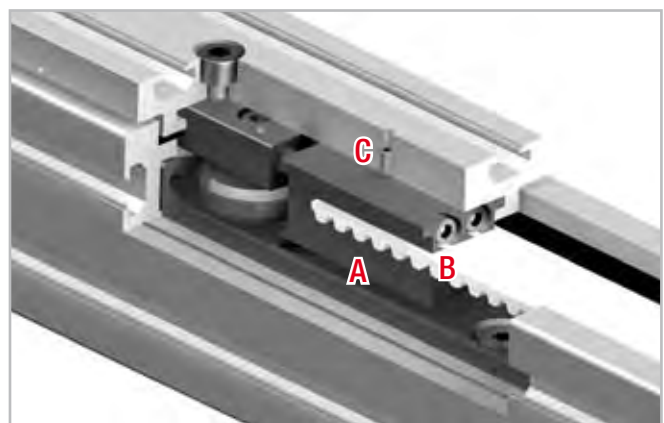

Abb. 61
1. Lösen Sie die Sicherungsschrauben C (oben auf der Läuferplatte) von der Riemenspannvorrichtung A (s. Abb. 61).